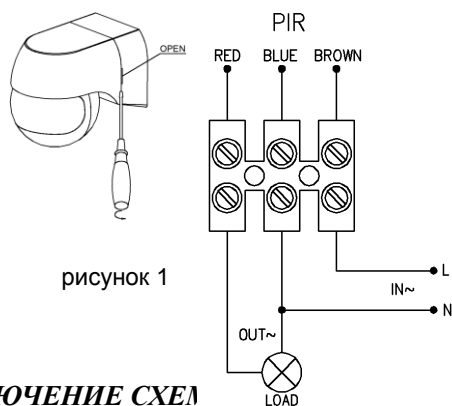

рисунок 1
- Отверните винт в задней крышке и опустите нижнюю (смотрите рисунок 1).